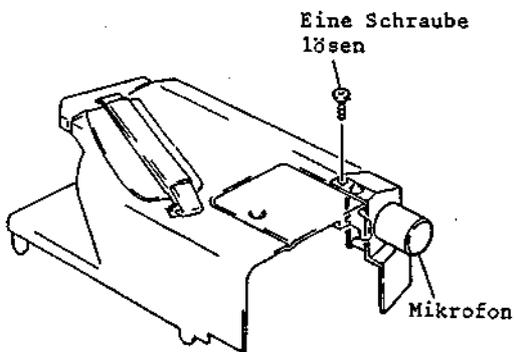

Abb. 2-10 Ausbau des Mikrofons
1-7 Ausbau des Mikrofons (Abb. 2-10)
7. Eine (1) Befestigungsschraube des Mikrofons lösen (siehe Abb. 2-10).
7. Das Mikrophon ausbauen (siehe Abb. 2-10).